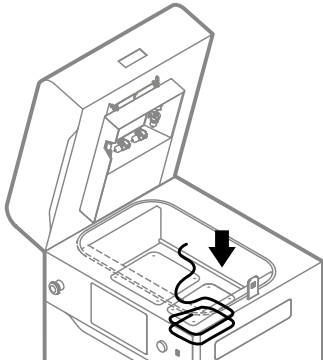

Abb. 12.26 Lege eine neue Glasfaserdichtung an.
20. Lege ein neues Glasfaserseil an, indem Du es viermal um das Print Bed wickelst. Achte darauf, dass Du das Glasfaserseil nicht dehnt (Abb. 12.26).